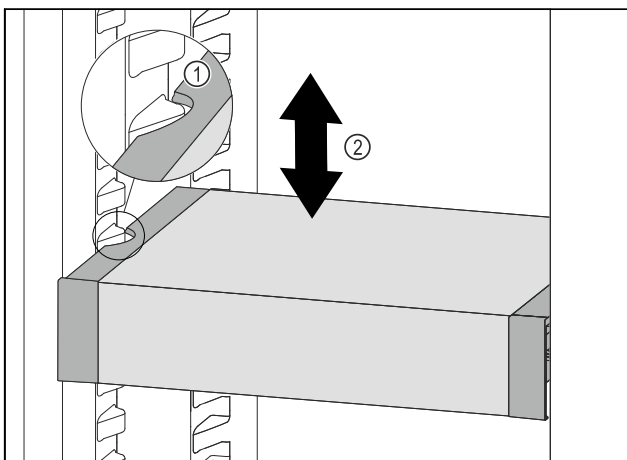

Fig. 154
- Tirer le VarioSafe vers l'avant jusqu'à ce que les encoches latérales du VarioSafe soient à la hauteur de la nervure du bac dans la partie réfrigérateur. Fig. 154 (1)
- Déplacer le VarioSafe vers le haut ou vers le bas dans la partie réfrigérateur jusqu'à ce que la hauteur souhaitée soit atteinte. Fig. 154 (2)